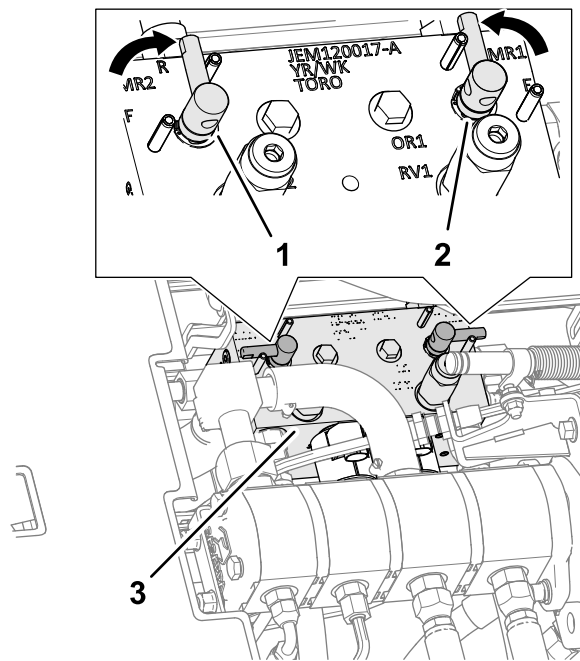

图 106
4. 松开并升起座椅露出剪草机歧管 图 106。
5. 将倒磨控制杆移至 R 倒磨位置 图 106。